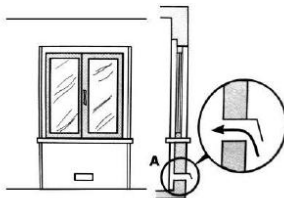
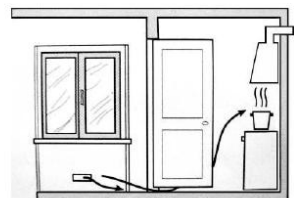

Fig.3
Fig.4
- b) Das lufteinlassloch für die belüftung muss groß genug sein, um einen luftstrom von mindestens $2 \text{ m}^3 / \text{h}$ pro kw installierter wärme kapazität zu ermöglichen. Der außenlufteinlasskanal für die belüftung muss mindestens 100 cm^2 groß sein und darf nicht leicht verstopft werden. Gasgeräte ohne sicherheitsvorrichtungen müssen eine belüftung aufweisen, die das doppelte volumen eines geschützten geräts beträgt. Zum beispiel ein minimum von 200 cm^2 (Fig. 3), eine andere option (weniger ratsam) wäre die verwendung eines angrenzenden raums mit belüftungseinlass (Fig. 4). In diesem fall muss die tür im unteren teil ausreichend spiel haben, um zu ermöglichen belüftung auch im geschlossenen zustand.